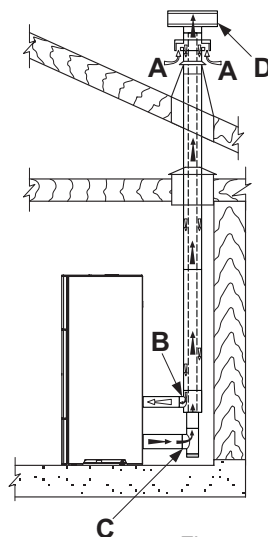

Fig. 5.5
- canalizar el aire comburente aprovechando un tubo de descarga coaxial para la expulsión de los humos y la extracción del aire; por lo tanto, no es necesario realizar una toma de aire clásica en el local (fig. 5.5 A, B=Entrada aire C,D=Salida humos);
Para la instalación de una estufa de pellet de la serie “Hermética” se puede utilizar un tubo coaxial específico que permite expulsar los humos y la canalización del aire comburente exterior (fig. 5.5 A,B=Entrada de aire C,D=Salida de humos).